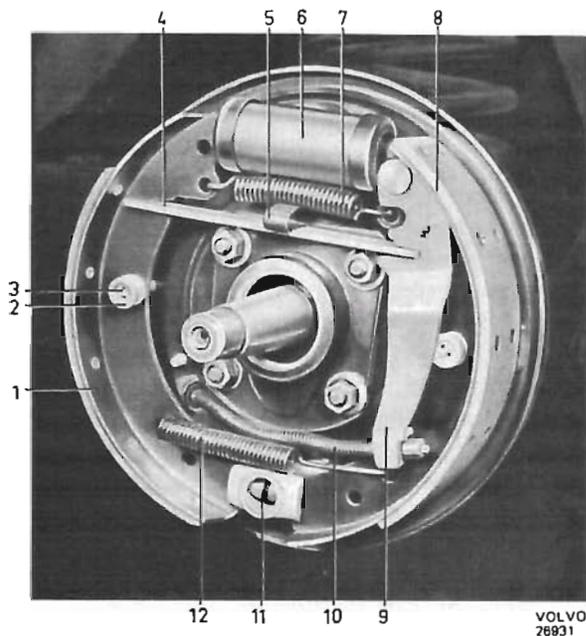

Abb. 30 Hinterradbremse, Einkreis-Bremsanlage
2. Fertige Original-Bremsbeläge aufnieten. Beläge auf der vorderen Bremsbacke nach unten ziehen bzw. auf der hinteren Bremsbacke nach oben schieben, siehe Abb. 30. Zum Neubelegen der Bremsbacken sollen Niete lt. „Technische Daten“ sowie eine Nietpresse mit passenden Dornen verwendet werden. Das Aufnieten geschieht von der Belagmitte aus auf die Enden zu. Darauf achten, daß der Belag über die gesamte Länge gut an der Bremsbacke anliegt.
Das Aufklebverfahren ist je nach Ofenfabrikat und Prüfvorrichtung verschieden, weshalb eine allgemein gültige Beschreibung nicht möglich ist. Beim Kleben sind daher die Empfehlungen des Leimherstellers genau zu befolgen. Die Anbringung der Beläge auf den Backen geht aus Abb. 30 hervor. Zum Aufkleben von Bremsbelägen darf nur Leim verwendet werden, der die bei Dauerbremsung aufkommenden hohen Temperaturen besteht.
3. Die Handbremslasche richtig gewendet anbringen. Untere Rückholfeder einhaken und die vordere Bremsbacke mit Führungsstift, Feder und Tellerscheibe einbauen. Obere Rückholfeder mit Hilfe einer Bremsfederzange einhaken. Das Werkzeug 999 4074 vom Radzylinder entfernen und die Federklammern (5, Abb. 30) einbauen.